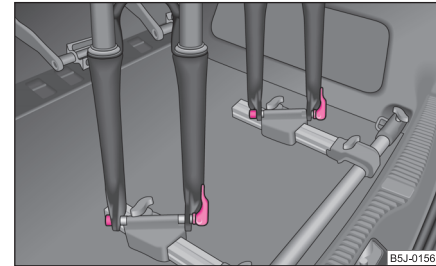

Fig. 67 Așezarea bicicletei
- Așezați furca bicicletei pe axul de fixare și strângeți cu întinzătorul rapid ⇒ fig. 67.